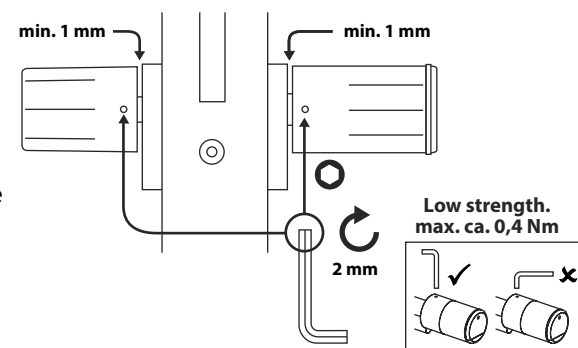

Fig. 6
- 6 Revissez les goujons filetés dans les deux boutons (Fig. 6).